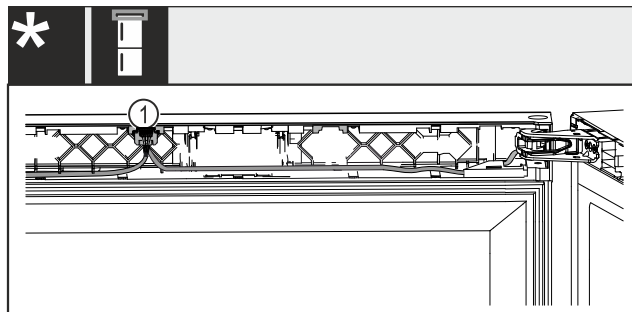

Fig. 41 Kombinirani zamrzivač za vino
- ▶ Uglavite utikač Fig. 41 (1) u vodicu.